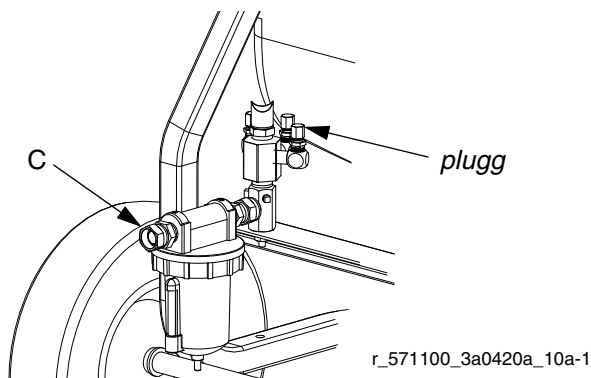

FIG. 8
2. Fjerne pluggen som nødvendig for løsemiddelpumpe og forsyningsmater luftpumpeslanger. Se pumpehåndbok for installasjonsinstruksjoner. Se FIG. 8.